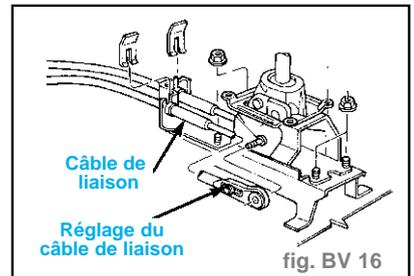

fig. BV 16
- Desserrer le dispositif de réglage du câble de liaison. (fig. BV. 16)